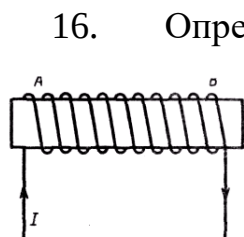

Рис.79
17. Определить магнитные полюсы соленоида по направлению тока, указанному на рис. 79.